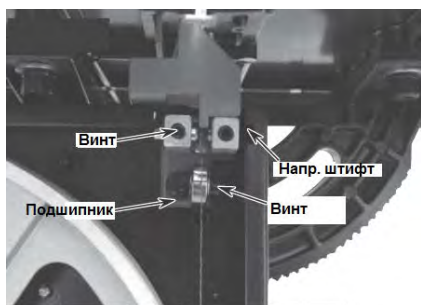

Рис. 13
См. Рис. 10 и рис. 13.
- Ослабьте винты (рис. 13) и отодвиньте направляющие штифты от боковых сторон пильной ленты.